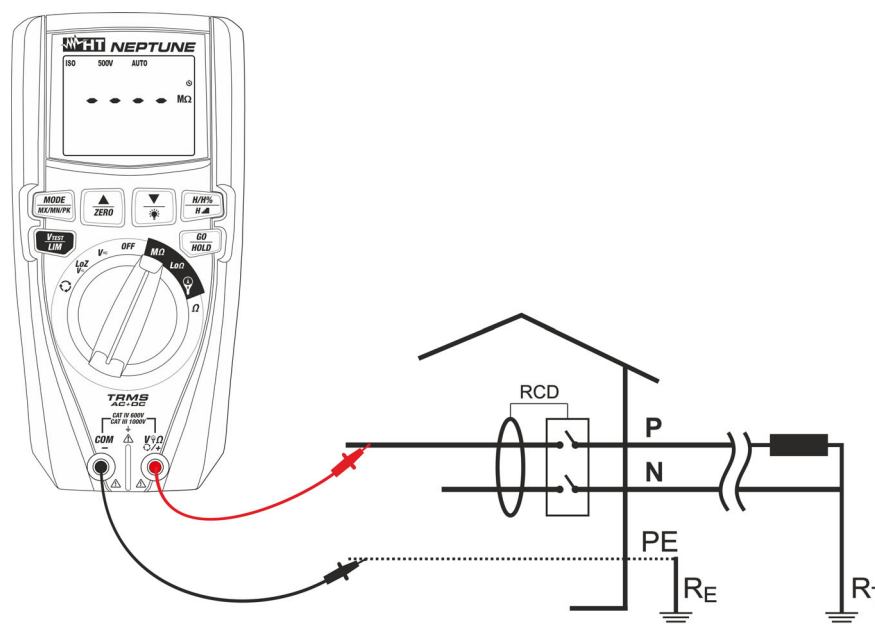

Fig. 15: Uso del instrumento para medida de resistencia de aislamiento en modo AUTO
7. Inserte el conductor rojo en el terminal de entrada **V $\Omega$ ☉/+** y el conductor negro en el terminal de entrada **COM/-** y eventuales terminales de cocodrilo y conecte el instrumento a la instalación en examen (vea la Fig. 15)